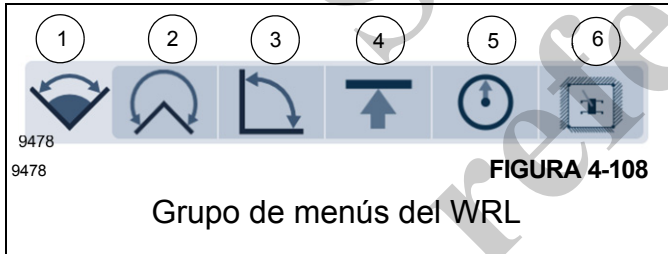

FIGURA 4-108
El grupo de menús del limitador de gama de trabajo (WRL) (1, Figura 4-108) y el submenú (2 a 6) permiten que el operador fije límites en la ubicación de la pluma.
Las siguientes limitaciones se encuentran disponibles bajo el icono de menú del WRL (1, Figura 4-108) como se indica a continuación. El número junto a la limitación indica el icono
de limitación del menú que refleja a ese grupo, como se muestra en Figura 4-108.
Cuando una limitación está activa, y la pluma ha alcanzado la posición límite solicitada, el ODM muestra un indicador de alerta rojo para la limitación, nuevamente con un símbolo para el tipo particular de limitación (consulte Figura 4-108 para los iconos de menú del WRL). En esta condición, aparte de las alarmas audibles, también se hará aparente la detención de las funciones de la grúa (si se usa la función de bloqueo). Por ejemplo, para esta condición, aparecería el siguiente icono rojo (se muestra abajo) para la limitación de giro:
El grupo del WRL está compuesto por cinco (5) iconos de función del WRL: Para habilitar y definir una limitación, acceda el icono de función del WRL correspondiente en el grupo del WRL (Figura 4-108).
Para acceder a la vista del icono de función del WRL, se usa la función Menú de la pantalla. Una vez se muestra la vista del menú principal, las limitaciones del WRL se muestran como un grupo y puede seleccionarse una de ellas para trabajar en la vista de esa limitación. Para moverse al icono que desea seleccionar, use las teclas de las flechas en los paneles de control de navegación o el cuadrante selector para moverse al icono de función correspondiente al que desea fijarle la limitación, como se muestra en (Figura 4-108).